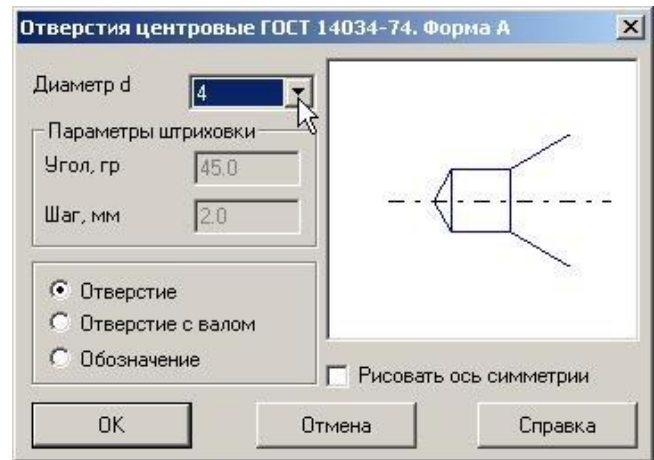
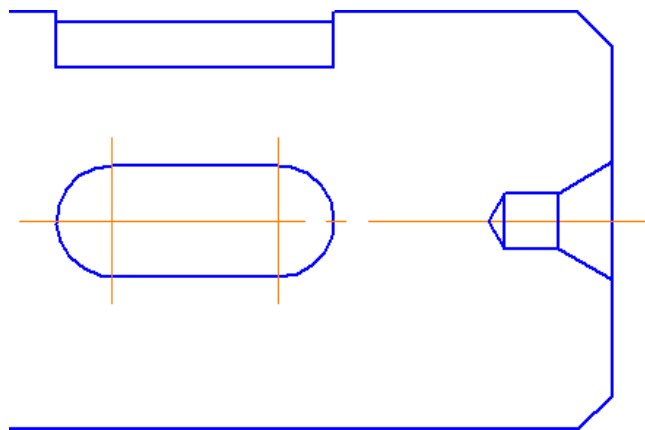

Рис. 9
Рис. 10
5. Для выполнения центрального отверстия откройте **Конструкторскую библиотеку** и выберите **Центровые отверстия «С углом конуса 60 гр»** в разделе **Конструктивные элементы**. Установите параметры отверстия согласно рис. 9 (ось симметрии должна быть отключена) и вставьте в чертеж, рис. 10.